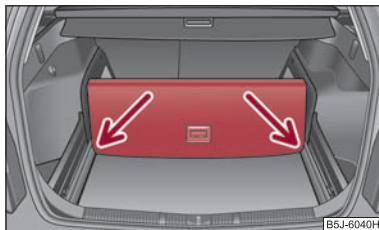

Fig. 64 Compartimentarea portbagajului
- Ridicați partea podelei cu mânerul și asigurați-o prin introducerea în caneluri ⇒ fig. 64. ■